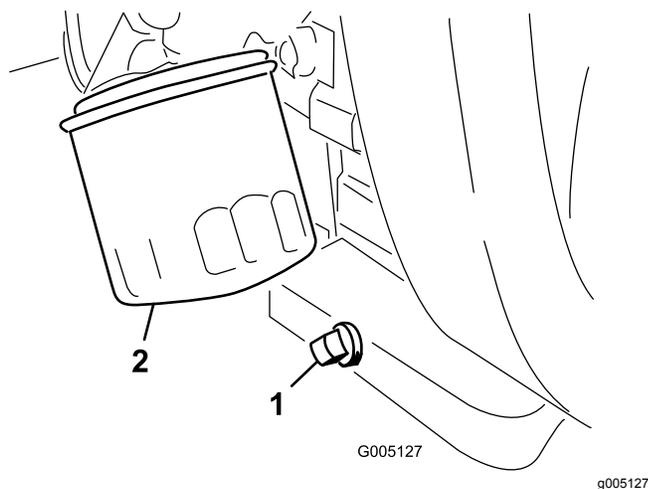

图38
1. 拆下排油塞图38让油流入放油盘。
2. 清洁排油塞的螺纹施用聚四氟乙烯密封材料然后安装排油塞图38。
3. 拆下机油滤芯图38。